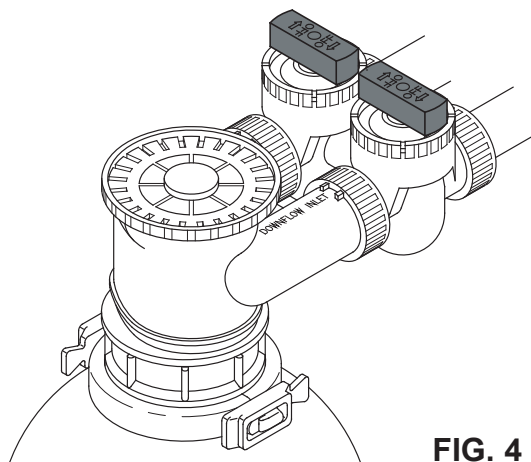

FIG. 4
- Mettez la ou les vannes de dérivation à la position **DÉRIVATION** : Vanne de dérivation simple : Tournez chaque poignée à angle droit du tuyau (cf. Fig. 4). Système à 3 vannes : Fermez les vannes d'entrée et de sortie, puis ouvrez la vanne de dérivation (cf. Fig. 3).